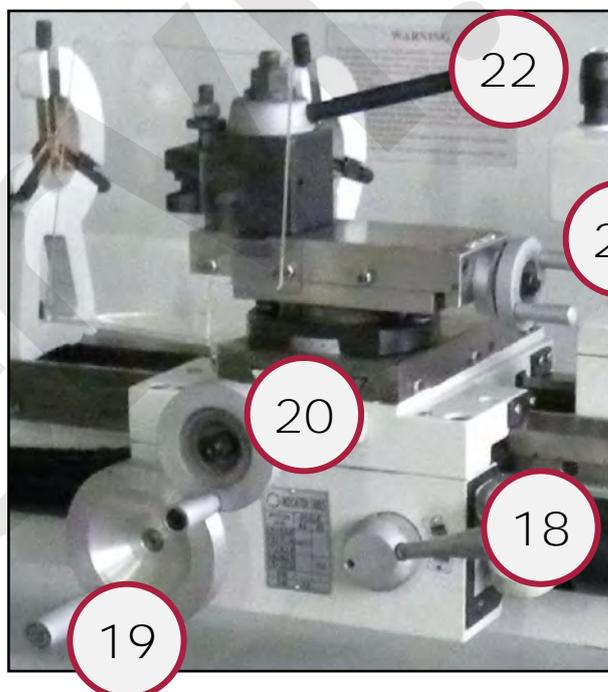

Figura 23 – Volantini e leve carrello.
5. **Inserire l'utensile sulla torretta del carrello porta utensile, e fissarlo con l'apposita leva di bloccaggio** (rif. 23 in Figura 23).
6. **Regolare la posizione del carrello e delle slitte porta utensile,** utilizzando le leve ed i volantini appositi (Figura 23).
13. Dopo aver atteso l'arresto della rotazione del mandrino, sollevare lo schermo mobile di protezione e smontare il pezzo dal mandrino stesso, aprendo le griffe, con l'apposita chiave. A tal proposito, inserire la chiave in una delle cave a sezione quadra, presenti sul mandrino (Figura 23) e ruotarla in senso antiorario.